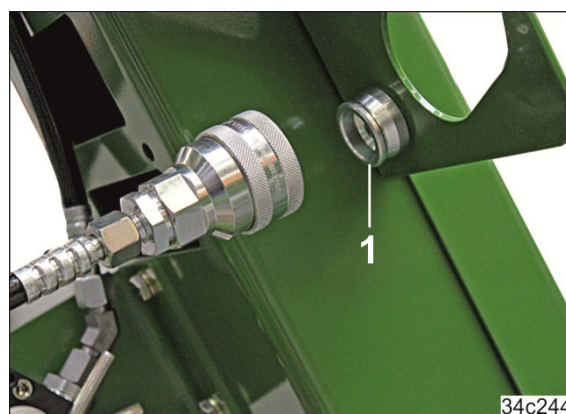

Fig. 138
5. Introduceți mufa hidraulică pe capacul de protecție (Fig. 138/1). Capacul de protecție este fixat la dulapul de furtunuri și protejează mufa în poziție de parcare împotriva impurităților.